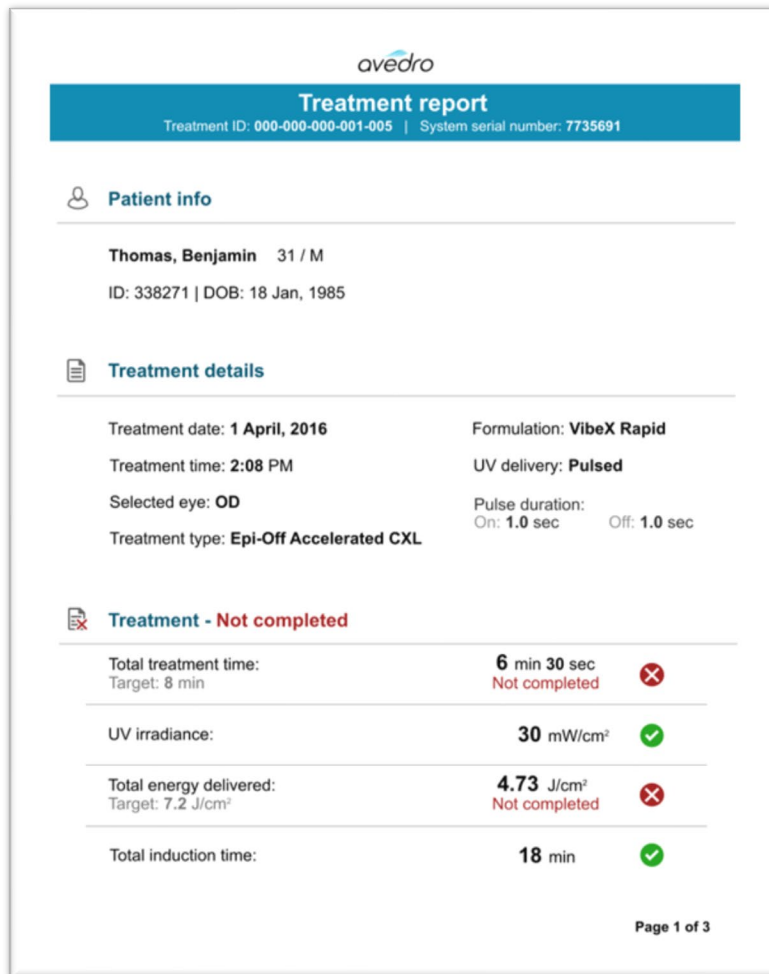

Figura 3-37. Amostra do relatório de tratamento
- Um relatório de tratamento é gerado contendo informações do paciente, detalhes do tratamento, fotos tiradas ao longo do tratamento e notas. Um relatório de amostra é mostrado na Figura 3-37.